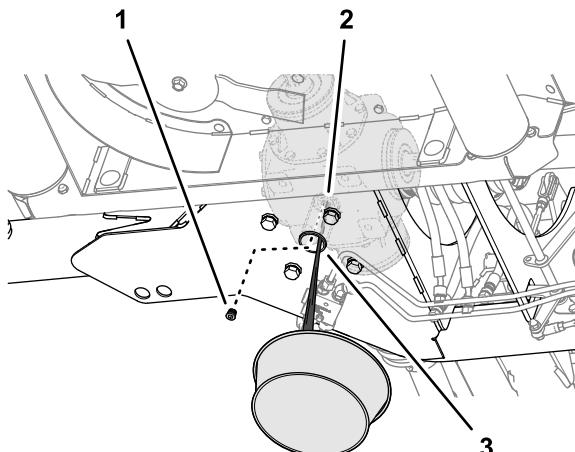

Рисунок 60
1. Действуя через отверстие доступа в нижней пластине рамы газонокосилки, поставьте сливной поддон под отверстие (Рисунок 60).
2. Выверните гнездовую пробку из сливного отверстия среднего редуктора и дайте маслу полностью стечь (Рисунок 60).